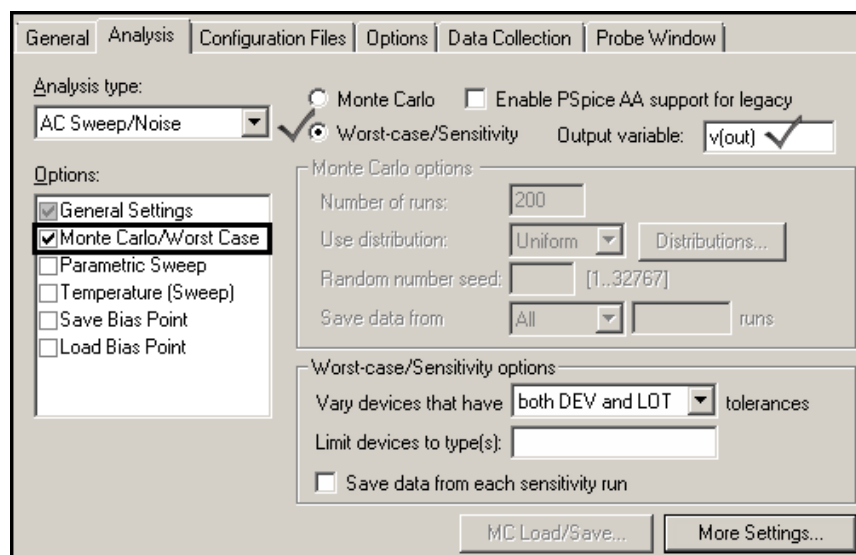

Рис. 93. Настройка анализа на наихудший случай
- 13.б. В разделе окна **Options** установить флажок **Monte Carlo/Worst-case**, затем выбрать опцию **Worst-case/Sensitivity**. В качестве выходной переменной использовать напряжение на выходе каскада (**Output variable – V(out)**) (рис. 93).